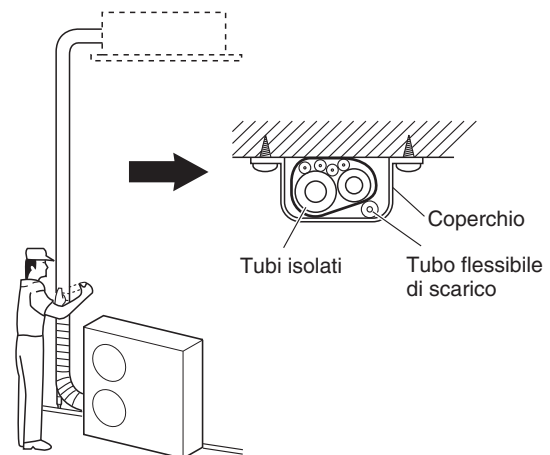

Fig. 5-9
- (1) A questo punto i tubi del refrigerante (e di cavi dell'impianto elettrico, se legalmente possibile) devono venire nastrati con nastro armato in 1 solo fascio. Per prevenire la formazione di condensa dovuta al trabocco della coppa di scarico, tenere separati il tubo di scarico e quello del refrigerante.
- (2) Avvolgere il nastro armato dal fondo dell'unità esterna alla cima di quella esterna dove penetra nella parete. Quando si avvolge il tubo, mettere metà della spirale precedente sotto quella successiva.
- (3) Fissare il fascio dei tubi al muro usando una fascetta ogni metro circa. (Fig. 5-9)